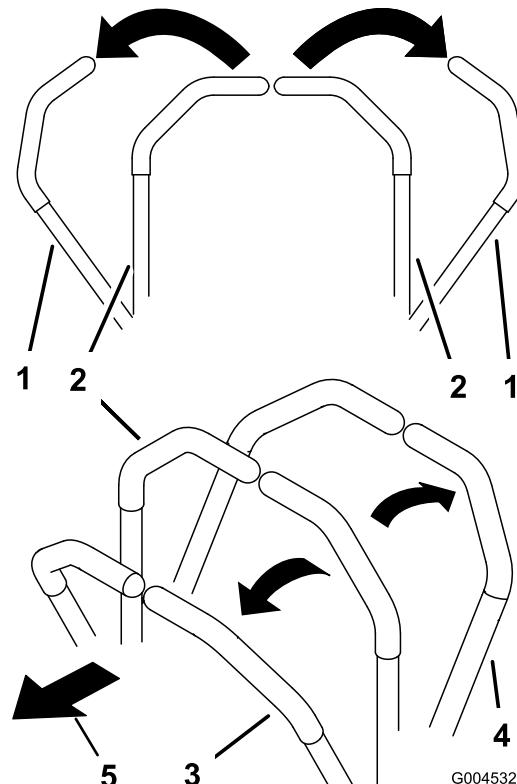

Figure 49
1. Mettez les leviers de commande de déplacement (Figure 49) en position de verrouillage au point mort.
- Pour vous déplacer en ligne droite en marche avant, poussez doucement les leviers de commande de déplacement vers l'avant (Figure 49).
- Pour vous déplacer en ligne droite en marche arrière, tirez doucement les leviers en arrière (Figure 49).
- Pour tourner, ralentissez la machine en tirant les deux leviers en arrière puis poussez en avant le levier du côté opposé à celui que vous voulez prendre (Figure 49).